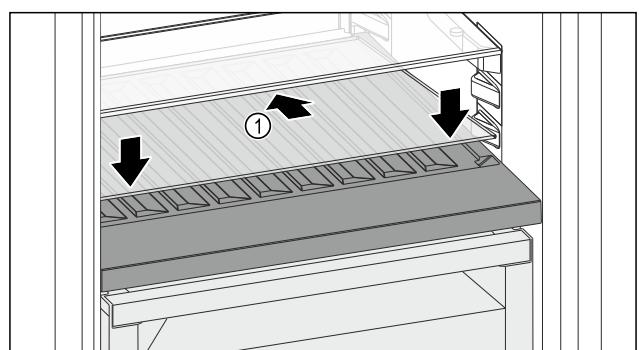

Fig. 98
- Поставете стъклена плоча Fig. 98 (1) косо и наклонена назад надолу.
- Спуснете стъклена плоча Fig. 98 (1) отпред.